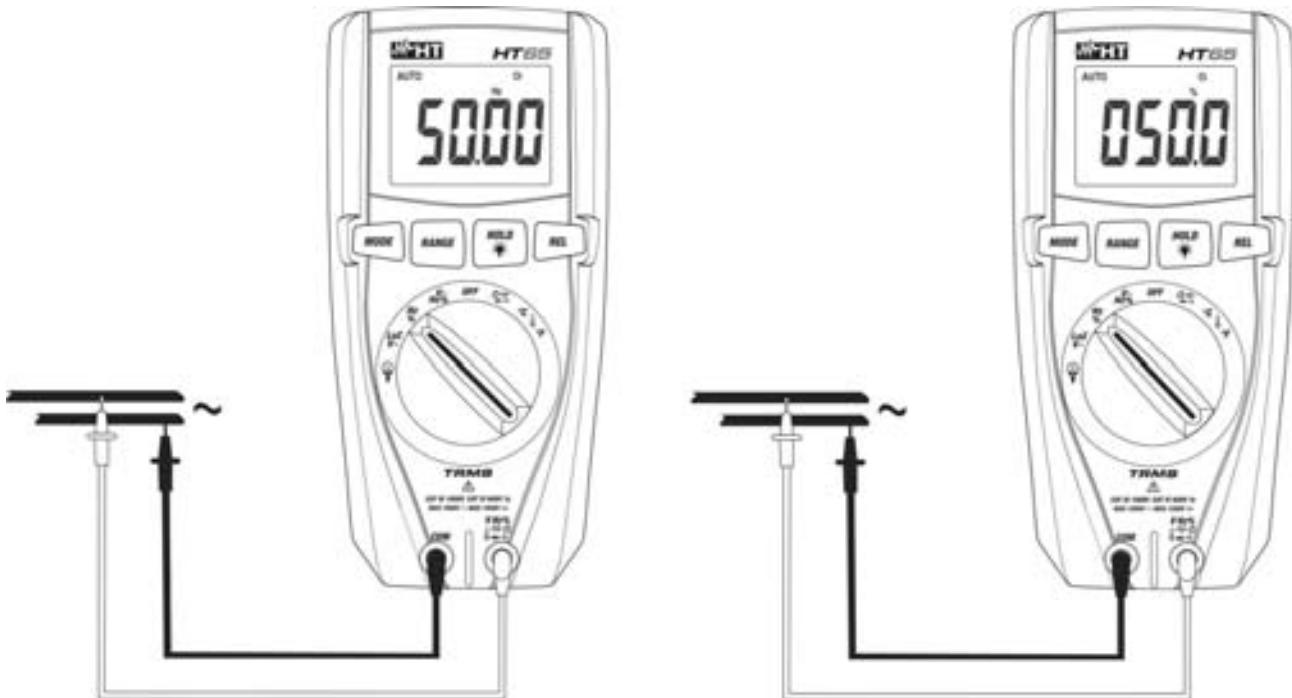

Abb. 5: Verwendung des Gerätes für Frequenz- und Duty Cycle-Messungen
4. Verbinden Sie die rote Messleitung und die schwarze Messleitung mit den gewünschten Messpunkten des zu messenden Kreises (siehe Abb. 5). Der Wert der Frequenz (Hz) oder des Duty Cycle (%) erscheint auf dem Display